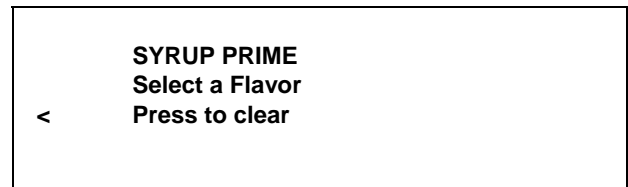

Figura 50
9. Pressione o símbolo CALIBRAR  para entrar no modo de ABASTECIMENTO DE XAROPE. (Veja a Figura 50.)